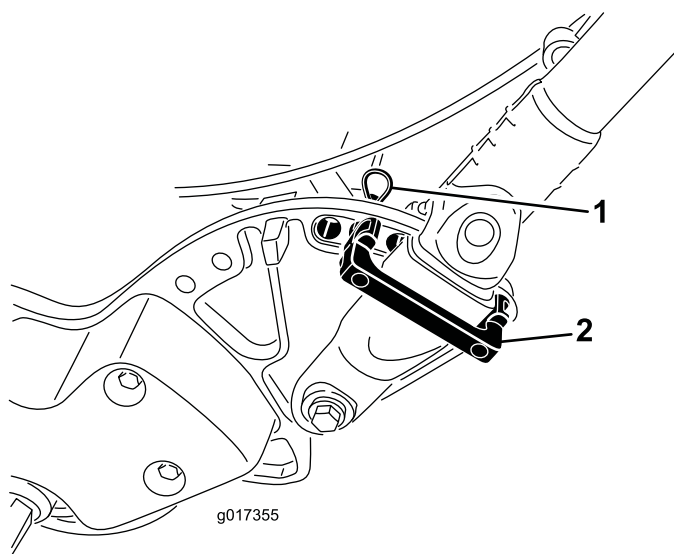

Figura 9
2. Ruotate la stegola nella posizione di funzionamento desiderata, inserite un fermo della stegola sul relativo morsetto e nei fori corrispondenti nella piastra laterale (Figura 9).
3. Mantenete il morsetto in posizione con la coppiglia a forcina (Figura 9).
1. Mentre sostenete la stegola, rimuovete le fascette per cavi che fissano i morsetti della stegola alle piastre laterali (Figura 9).